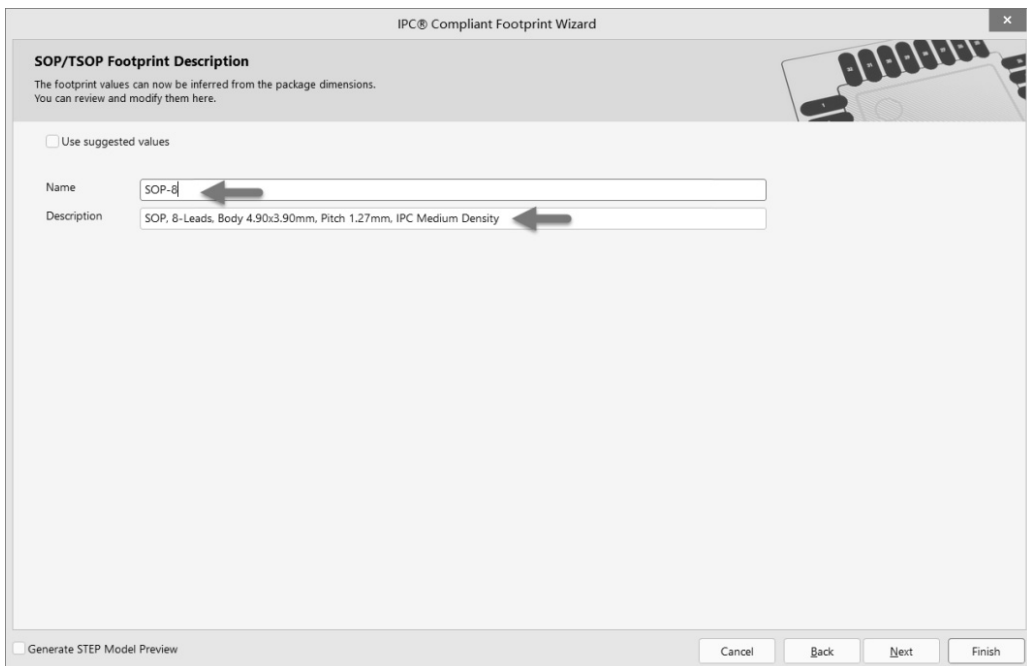

图 3-49 编辑封装信息
(5) 选择好焊盘外形以后，继续单击 Next 按钮，直到最后一步，编辑封装信息，如图 3-49 所示。